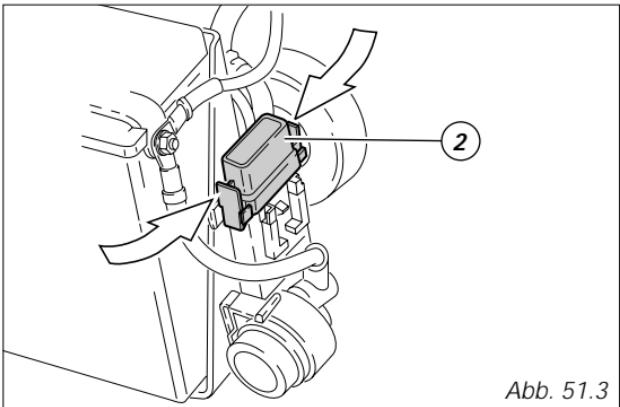
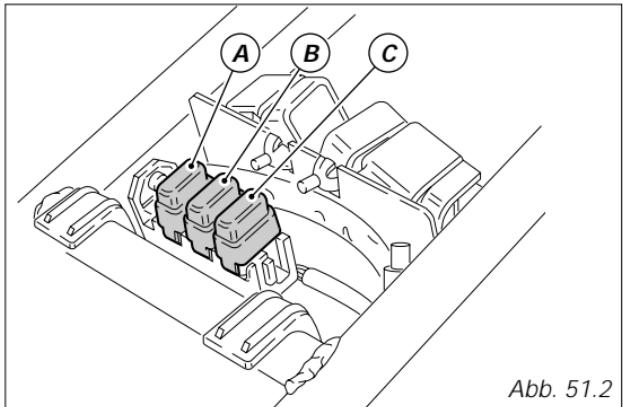
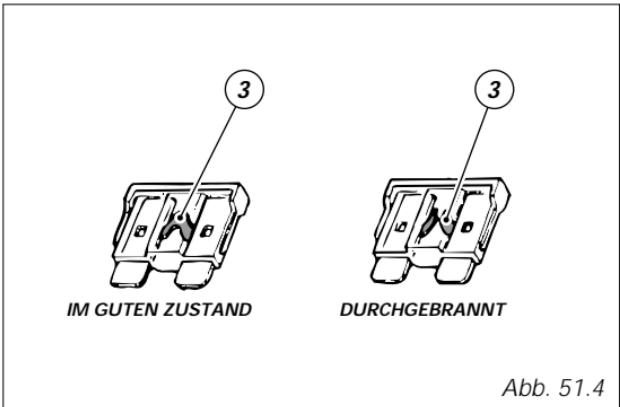

Abb. 51.3
Abb. 51.2
Abb. 51.4
Zum Schutz der Relais der Einspritzanlage sind zwei Sicherungen (Abb. 51.2) vorgesehen, die hinter dem Steuergehäuse angeordnet sind und folgende Werte haben: 7,5A (A); 20A (B); 5A (C). Die Sicherung auf der Batterieseite (Abb. 51.3) sorgt für den Schutz des elektronischen Reglers. Um an diese zu gelangen, muss man die Schutzkappe (2) abnehmen. Eine durchgebrannte Sicherung ist anhand einer Unterbrechung des Glühdrahts ihres inneren Leiters erkennbar (3, Abb. 51.4).